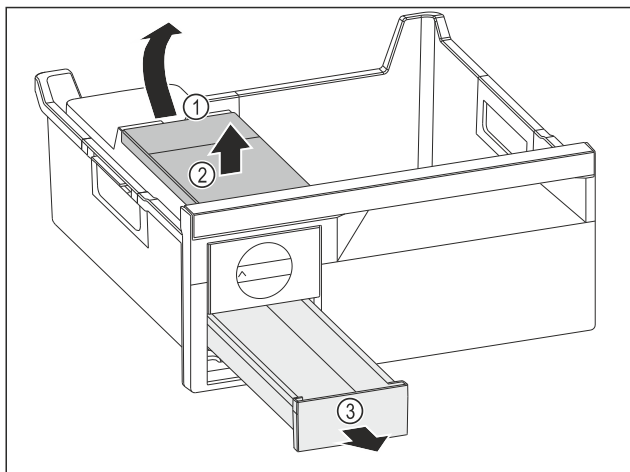

Fig. 77
- Изваждане на резервоара за вода: Повдигнете резервоара за вода при прорежа Fig. 77 (1).
- Извадете резервоара за вода Fig. 77 (2) нагоре.
- Извадете чекмеджето за ледени кубчета Fig. 77 (3) напред.